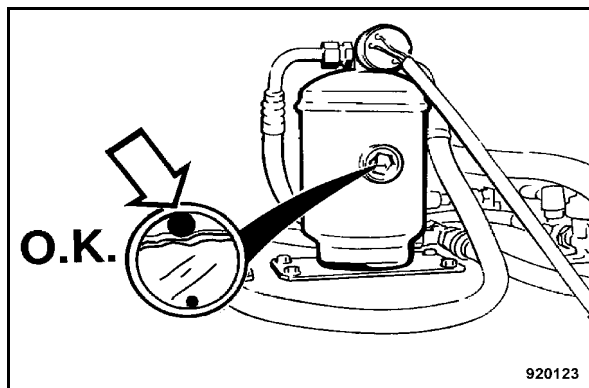

Fig. 157
- Vérifier si la bille flottante (Fig. 157) dans le regard du dessiccateur nage en surface.